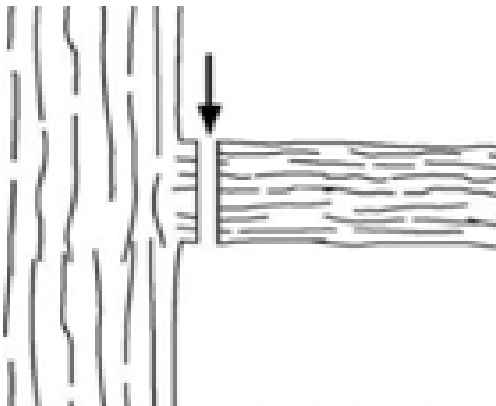

Рисунок 10. Схема спилювання малих гілок.
2. Спилювання малих гілок і їхніх частин вести якомога ближче до основного стовбура у вертикальній площині (рис. 10).